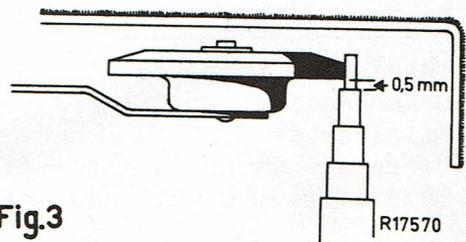

Fig.3
7. La roue intermédiaire doit être perpendiculaire par rapport à la poulie et le plateau et dans chaque position il doit se trouver libre de 0,5 mm des étages de poulie (voir fig. 3).